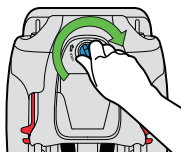

Figure 28
- Alignez le panneau d'accès du harnais avec l'ouverture du dossier et placez-le en position à l'aide du bouton-pression. Verrouillez ensuite le panneau d'accès en place en tournant son verrou dans le sens des aiguilles d'une montre, comme sur la **Figure 28**.